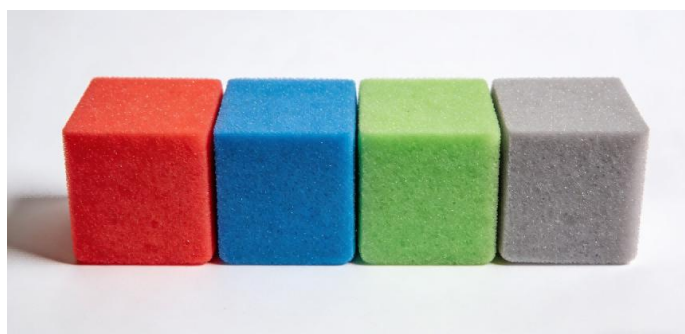

图 4 “低空探测目标”示意图
1. 场地内某个指定十字线拼装块某一分区内将并列放置4个长宽高均为50mm的红、蓝、绿、灰四种颜色 EVA 立方体，如图 4 示意，分别模拟不同类型的“低空探测目标”。